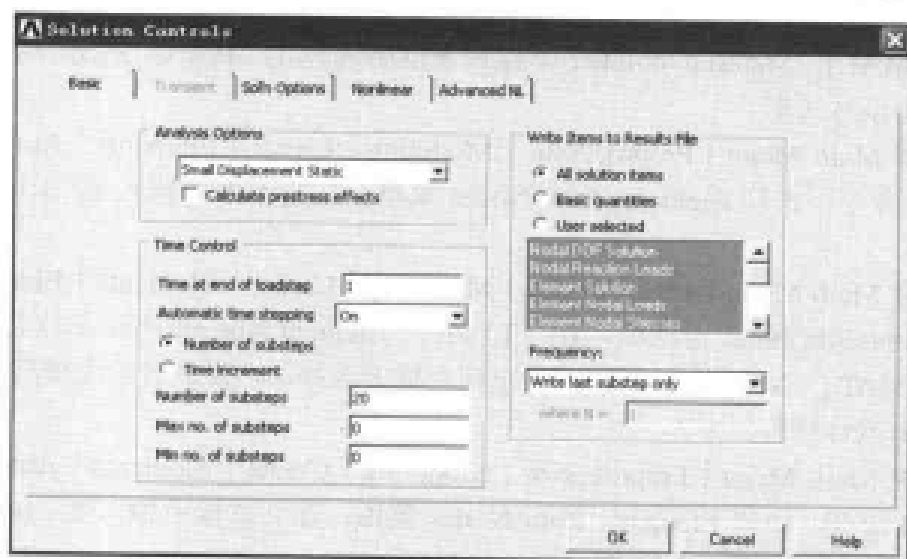

图 9-70 求解控制对话框
(3) 选择 Main Menu | Solution | Define Loads | Apply | Thermal | Temperature | On Nodes 命令, 出现 Apply TEMP on Nodes 菜单, 在文本框中输入 2, 单击 OK 按钮, 出现 Apply TEMP on Nodes 对话框。在 Lab2 DOFs to be constrained 列表框中选择 TEMP 选项, 在 VALUE Load TEMP value 文本框中输入 80, 单击 OK 按钮关闭该对话框。
(4) 选择 Main Menu | Solution | Analysis Type | Sol'n Controls 命令, 出现 Solution Controls 对话框, 选择 Basic 选项卡, 参照图 9-70 对其进行设置, 单击 OK 按钮关闭该对话框。